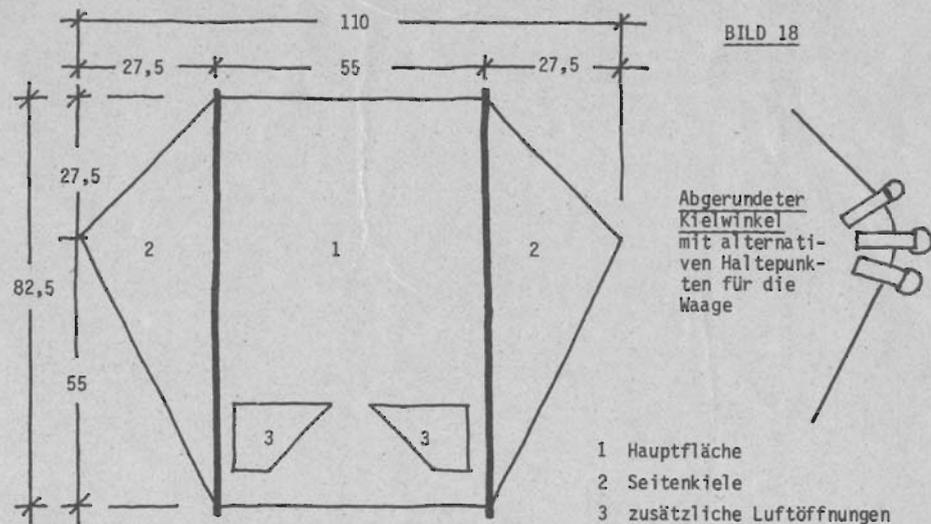

BILD 18
- 5) Kieldreiecke gemäß Abb. 18 ausschneiden.
- 6) Ringe (oder Schlaufen) gemäß Abb. 18 an den abgerundeten Kielwinkeln mit Gewebeband anbringen.